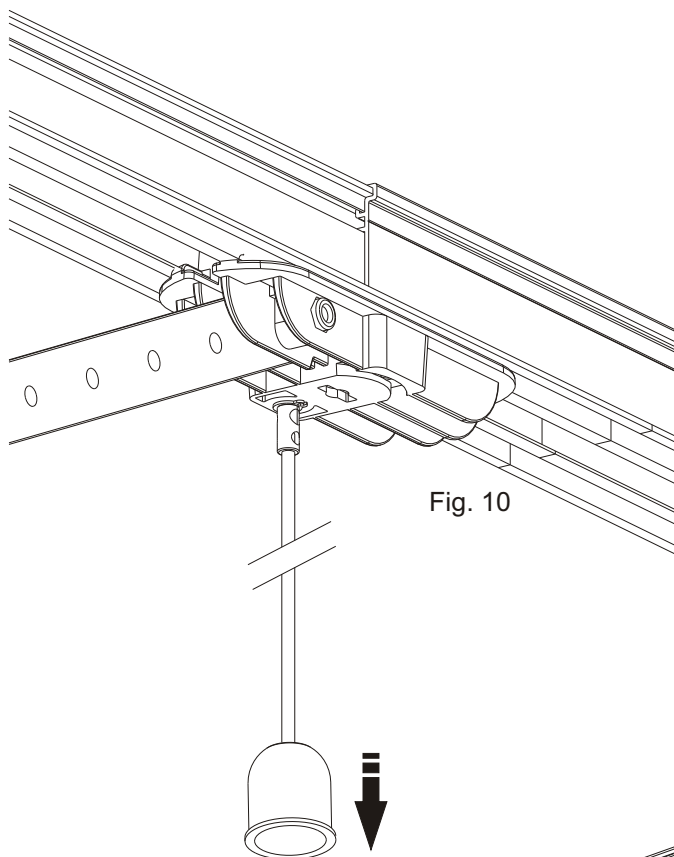

Fig. 10
- Tire del pomo de desbloqueo y abra la puerta manualmente (Fig. 10).